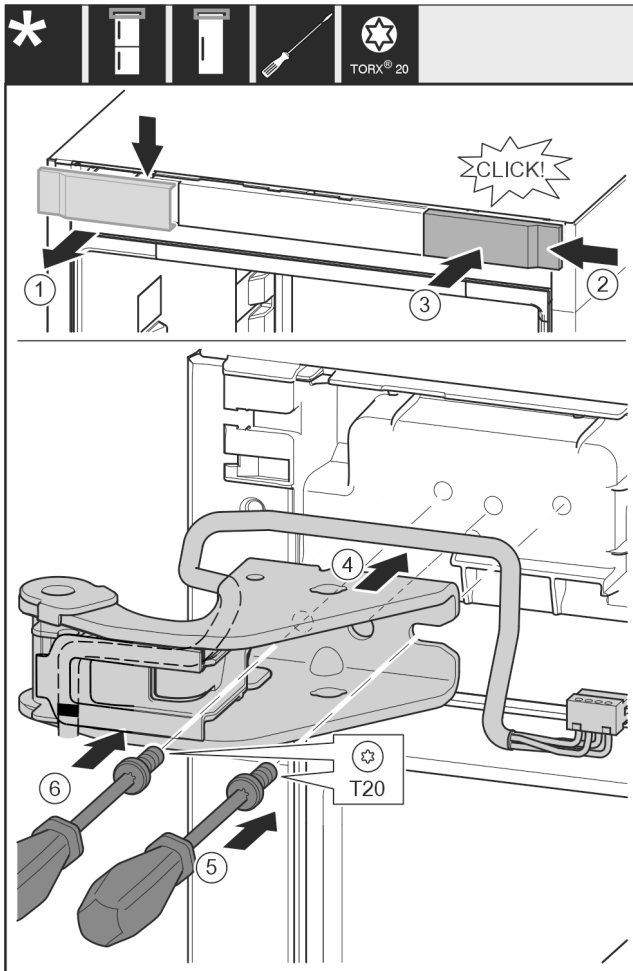

Fig. 20
- ▶ Зніміть кришку вгору вперед. Fig. 20 (1)
- ▶ Почепіть кришку, що повернута на 180°, з іншого боку праворуч. Fig. 20 (2)
- ▶ Зафіксуйте кришку. Fig. 20 (3)
- ▶ Встановіть верхній опорний кронштейн. Fig. 20 (4)
- ▶ Встановіть та закрутіть гвинт за допомогою викрутки T20. Fig. 20 (5)
- ▶ Встановіть та закрутіть гвинт за допомогою викрутки T20. Fig. 20 (6)